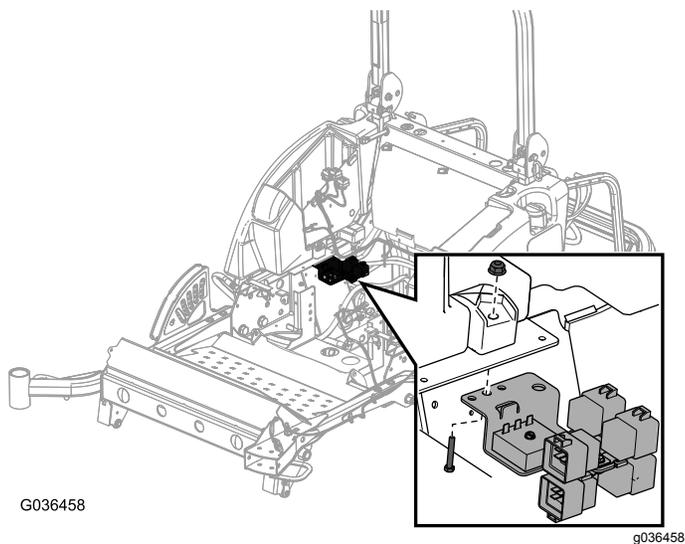

Figura 27
2. Montate la staffa del relè sul lato inferiore del supporto del serbatoio e sulla staffa con il bullone e il dado preesistenti (Figura 27).